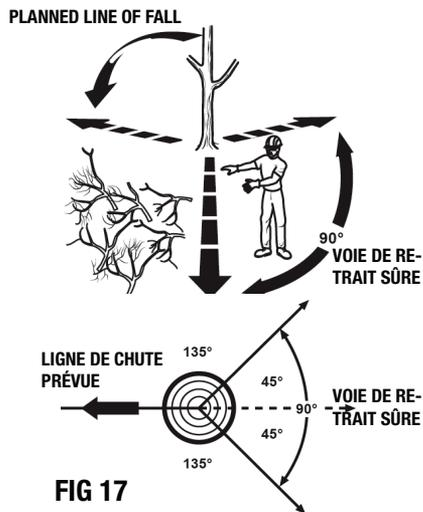

FIG 17
- Choisissez votre voie d'évacuation (ou plusieurs voies au cas où la voie prévue est bloquée). Dégagez les environs immédiats de l'arbre et assurez-vous qu'il n'y a pas d'obstacles sur la voie d'évacuation prévue. Dégagez la voie d'évacuation sécuritaire à environ 135° de la ligne de chute prévue. Voir Fig. 17.